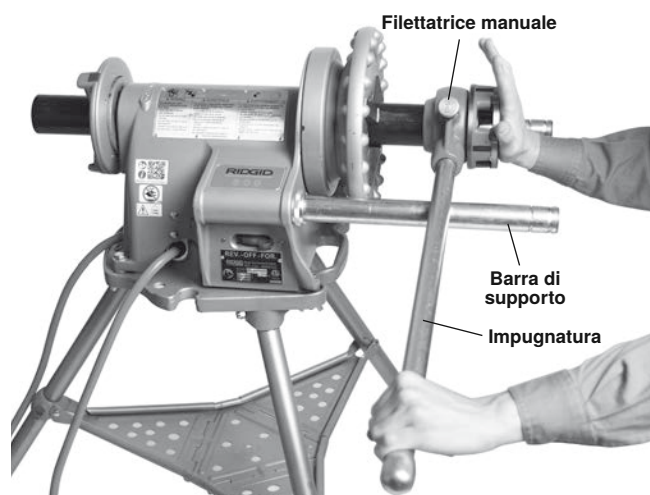

Figura 17 – Spinta della filettatrice manuale sul tubo per innestare le filiere
Posizionare la testa di filettatura sopra l'estremità del tubo come mostrato in *Figura 17*. Appoggiare l'impugnatura della filettatrice sulla barra di supporto lato interruttore. Afferrare l'estremità dell'impugnatura della filettatrice con la mano sinistra. Per evitare lesioni da schiacciamento, non mettere le mani o le dita tra l'impugnatura della filettatrice e la barra di supporto. Mantenere l'impugnatura a contatto con la barra di supporto. Applicare olio all'estremità del tubo e alle filiere.
2. Con il palmo della mano destra, spingere contro la piastra di copertura della testa di filettatura, tenendo la testa di filettatura contro l'estremità del tubo (*Figura 17*). Premere l'interruttore a pedale. Non indossare guanti, gioielli e non usare un panno mentre si preme sulla piastra del coperchio: tali inaccortezze aumentano il rischio di intrappolamento e lesione. Tenere la mano lontano dal tubo rotante. Quando le filiere imbocciano, le filettature verranno tagliate man mano che le filiere avanzano sopra l'estremità del tubo.